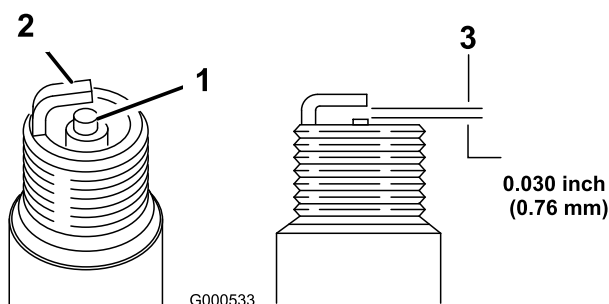

Figura 26
8. Usando el dedo, unte la junta del filtro de aceite nuevo con aceite (Figura 26).
5. Ajuste la distancia entre los electrodos a 0,76 mm; consulte Figura 26.